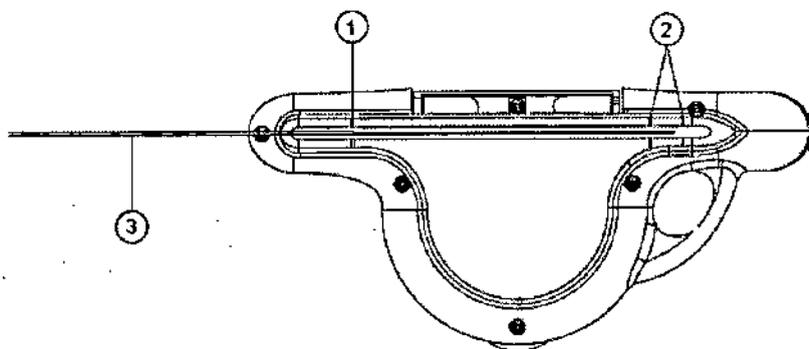

Figura 5. Plantilla del accionador opcional (en la parte posterior del accionador)
13. Si lo desea, puede comprobar el despliegue del filtro colocando el área de transición del hipotubo de acero inoxidable frente a la ubicación especificada en la plantilla del accionador situada en la parte posterior del mismo (Figura 5). El filtro se habrá desplegado por completo cuando el extremo proximal de la guía se encuentre dentro de la banda especificada en la plantilla del accionador: